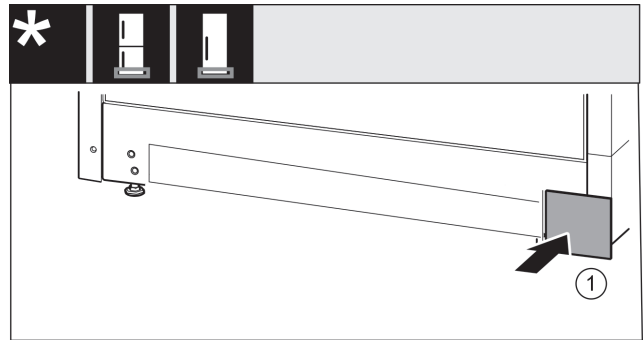

Fig. 16
- Abdeckung auf der anderen Seite wieder aufsetzen. Fig. 16 (1)